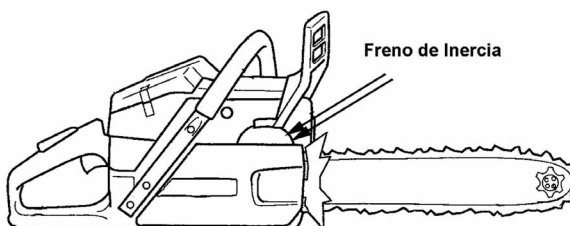

FIG. 014
- Quik-stop o freno de inercia. Accionamiento automático del freno de cadena en caso de rebote. **FIG. 014**